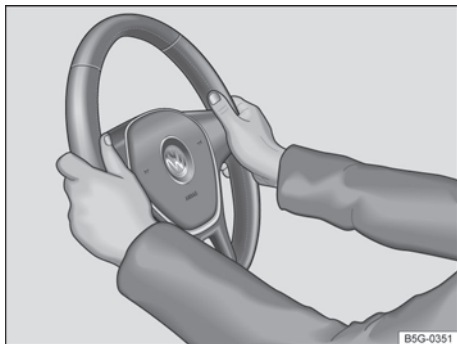

Fig. 55 No volante: posição 9 e 3 horas.
- Ajustar a posição do volante de forma que possa segurá-lo lateralmente pela borda externa na posição de 9h e 3h → Fig. 55 com ambas as mãos e os braços ligeiramente dobrados.
- Pressionar a alavanca ① sempre com firmeza para cima após o ajuste, para que o volante não mude sua posição durante a condução.
- Durante a condução, sempre segurar o volante com ambas as mãos lateralmente na borda externa na posição de 9h e 3h → Fig. 55, para reduzir ferimentos causados por um acionamento do airbag frontal do condutor.